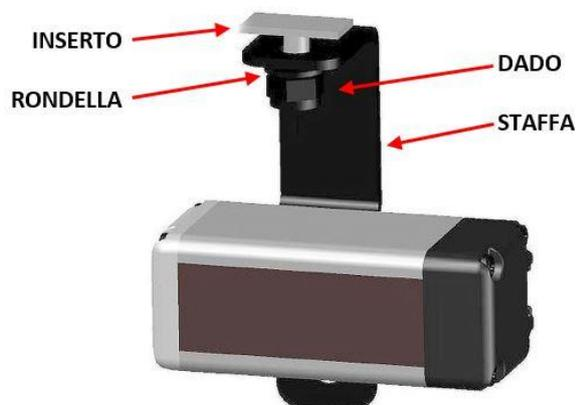
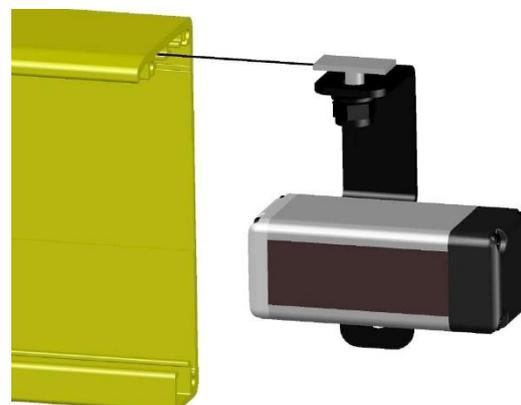

Figura 4
Figura 5
5) Assemblare il secondo set di accessori comprensivo di: dado, rondella, staffa, inserto, alla staffa seguendo lo schema di Figura 4, e inserirlo nelle apposite guide del braccetto MZ (Figura 5).